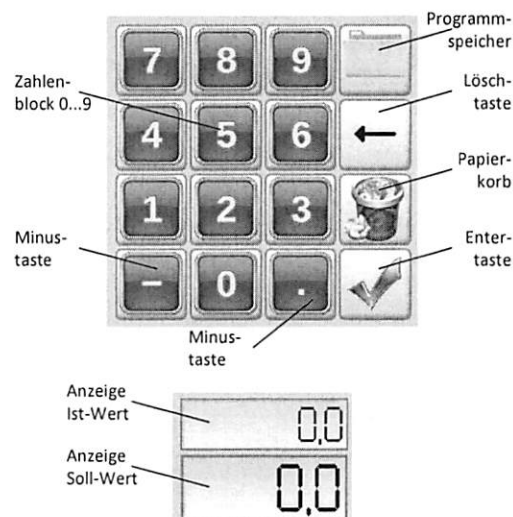

Abbildung 9 Eingabefeld
- Den gewünschten Wert mit Hilfe des Zahlenblockes (Abbildung 9) eingeben und mit Enter bestätigen.